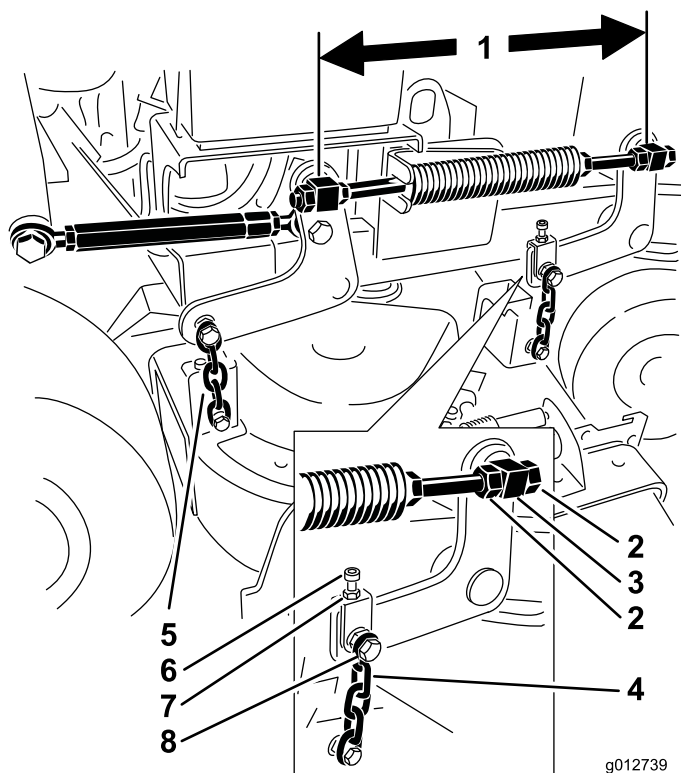

Figure 84
6. Contrôlez la distance entre les centres des pivots (entraxe) sur la tige filetée. Elle doit être de 49,5 cm pour les plateaux de 91 cm et de 43,7 cm pour les plateaux de 102 cm (Figure 84).
9. Utilisez les écrous de blocage du pivot avant pour régler la longueur entre les pivots avant et arrière de ce côté (Figure 84).
11. Utilisez le boulon de réglage pour égaliser la tension des deux chaînes avant (Figure 84).
5. Desserrez l'écrou du boulon de chaîne supérieur ainsi que l'écrou de blocage du boulon de réglage (Figure 84).
6. Utilisez le boulon de réglage pour que la lame soit plus basse de 6 à 10 mm à l'avant au point **A** qu'à l'arrière au point **B** (Figure 84).